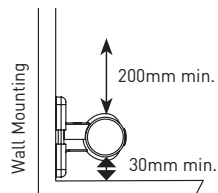

Fig. 4
- Respecter les écarts minimaux requis en dessous et au-dessus de l'appareil de chauffage comme sur la [Fig. 4].